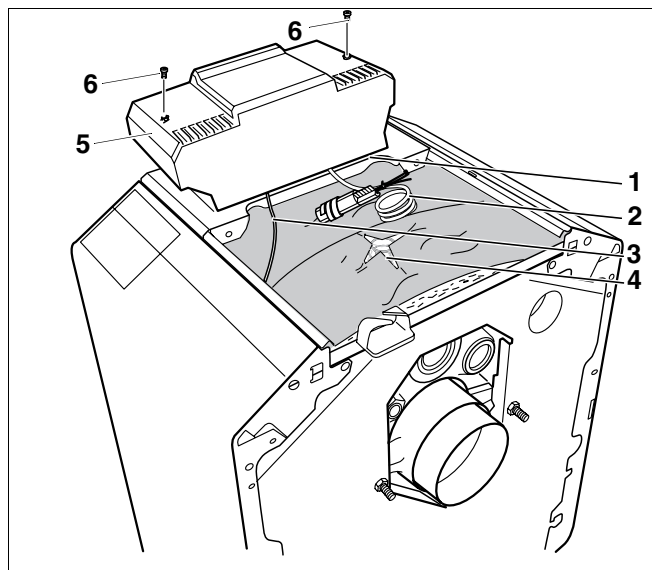

Fig. 26 Installering og tilkoping av ledninger
- Legg kapillarrørene og følerledningen (fig. 26, **pos. 2**) frem til målepunktet (fig. 26, **pos. 4**).
- Vikle sammen den delen av kapillarrørene og følerledningene som ikke er i bruk (fig. 26, **pos. 2**) og legg dette på kjelblokkens isolasjon.
- Trekk brennerkabelen (fig. 26, **pos. 3**) gjennom kabelgjennomføringen i kjelens fremre topplate (fig. 26, **pos. 1**) og før den frem til kontrollpanelet.
- Kople brennerkabelen (fig. 26, **pos. 3**) til kontrollpanelet i.h.t. pluggbrettets merking.
- Sett kontrollpanelets deksel (fig. 26, **pos. 5**) på kontrollpanelet.
- Sikre dekselet (fig. 26, **pos. 5**) på kontrollpanelet ved hjelp av skruene (fig. 26, **pos. 6**).